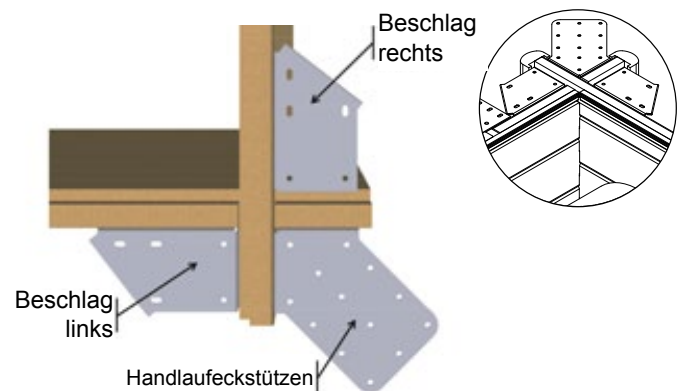

Abbildung 18 – Anbringen der Beschläge in den Ecken
- Bringen Sie am oberen Ende der Streben vier «rechte» und vier «linke» Beschläge aus dem Kit «Befestigungselemente» wie in **Abbildung 18** an. Verwenden Sie 6 Torx-Gewindeschrauben 6 × 20 aus A2 Edelstahl (Pack G) pro Beschlag, also insgesamt 48 Schrauben.
- Installieren Sie in den Ecken vier «rechte» und vier «linke» Beschläge, sowie vier Handlaufeckstützen, gemäß **Abbildung 18**. Verwenden Sie 4 Torx-Gewindeschrauben 6 x 20 aus A2 Edelstahl (Pack G) pro Winkel und 6 Torx-Gewindeschrauben 6 x 20 aus A2 Edelstahl (Pack G) pro Holzkeil, also insgesamt 64 Schrauben.